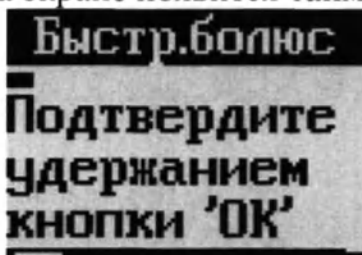

Рисунок 100 – Экран таймера «БЫСТР.БОЛЮС»
3. Нажать кнопку «ОК». На экране появится таймер (рисунок 100).